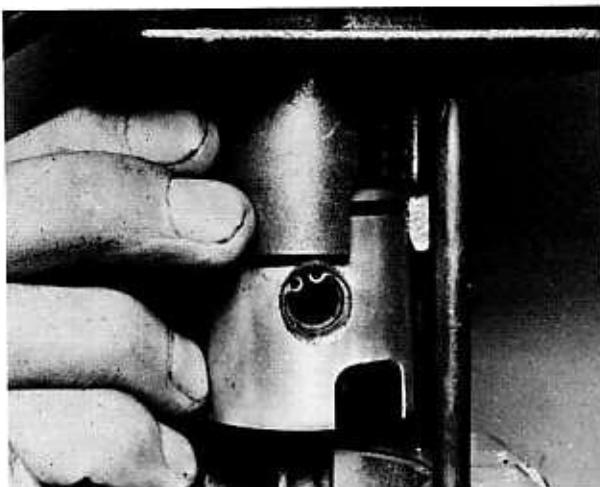

Bild 38
- Eine neue Zylinderfussdichtung auf die Dichtfläche des Kurbelgehäuses legen und die Zylinderlaufbahn mit sauberem Motorenöl schmieren. Die Kurbelwelle auf den oberen Totpunkt einstellen und den Zylinder über die Stiftschrauben bis zum Kolbenboden absenken. Die Kolbenringe einzeln zusammendrücken und in den Zylinder einführen; dabei darauf achten, dass die Ringstosse genau über den Sicherungsstiften liegen (Bild 38). Für diese Arbeit ist grosse Sorgfalt nötig, da die Ringe sehr spröde sind und leicht zerbrechen.